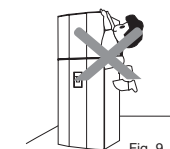

Fig. 9
- No permita que los niños se cuelguen del refrigerador o la puerta del mismo, pueden descuadrarlas, afectar el selle de la puerta y generar un mal desempeño del refrigerador. Siempre que se encuentren niños cerca deben estar vigilados ya que podrían resultar heridos o dañar el aparato. Ver Fig 9.